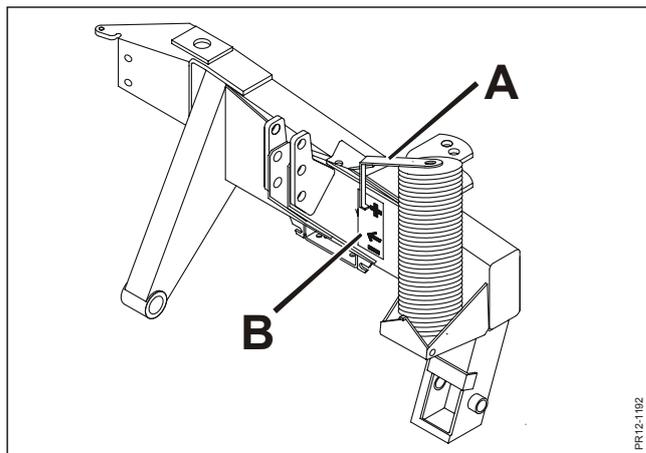

Рис. 3-7
- Рис. 3-7** Отрегулируйте двойной выход гидросистемы, чтобы он был в плавающем положении. Поднимайте или опускайте тяги, пока машина не достигнет нужной рабочей высоты. Это произойдет, когда индикатор **А** окажется на одном уровне со стрелкой на указателе **В** как описано в Главе 2.